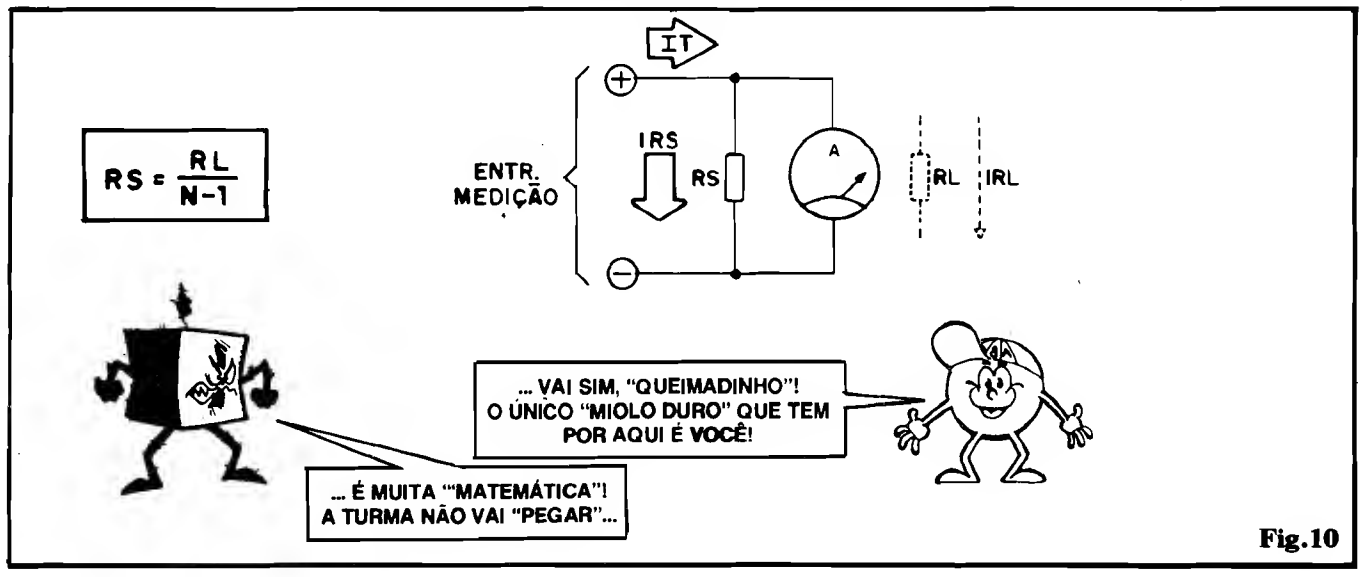

Fig. 10
- FIG. 10 - Já descobrimos como é fácil se "fazer" voltímetros a la carte, a partir de um galvanômetro de baixo alcance... Mas tem outro "truque" de ampliação de alcance, no próprio parâmetro básico de medição do instrumento, ou seja: podemos ampliar o **alcance** de modo que um instrumento original de 1 mA - por exemplo - possa confortavelmente (sem risco de ser "torrado" por sobrecarga...) "ler" Correntes de até 10 mA, 100mA, 1A, ou mais! Na adaptação como voltímetro, usamos o "truque" de "sériar" um resistor, de valor calculado para limitar a Corrente total ao parâmetro máximo determinado pelo alcance do galvanômetro... Agora o problema é diferente: temos que **permitir** a